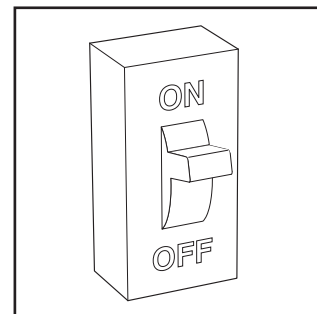

Fig. 14 - Remettre sous tension
8. Remettre la chaudière sous tension et patienter une minute. Voir Fig. 14.